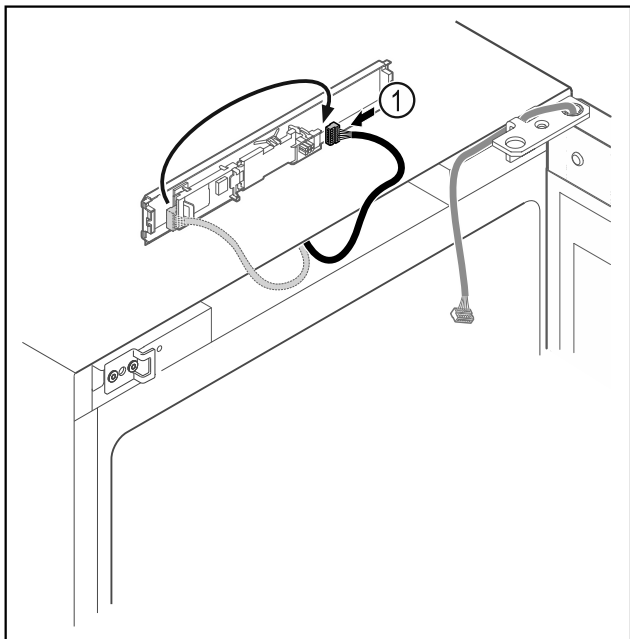

Fig. 11
- ▶ Μεταφέρετε το φινι Fig. 11 (1) στην πλακέτα.